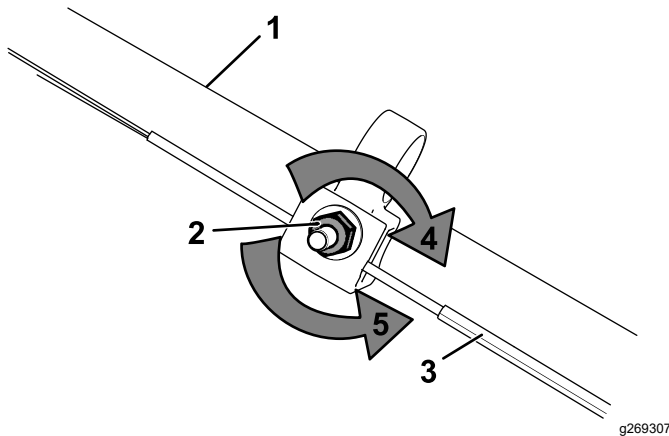

Figura 22
1. Girate il dado di regolazione in senso antiorario per allentare la regolazione del cavo (Figura 22).
2. Regolate la tensione del cavo (Figura 22) tirandolo indietro o spingendolo in avanti e mantenendo quella posizione.